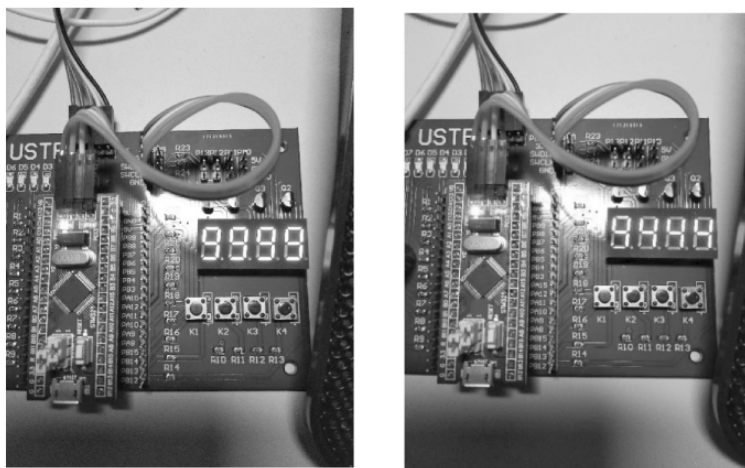

图 6.23 数码管实验现象 2
(2) 4 位数码管上循环显示 4 位同步递增的数字: 0000~9999,从高位到低位,流水显示 0~9,如图 6.23 所示。